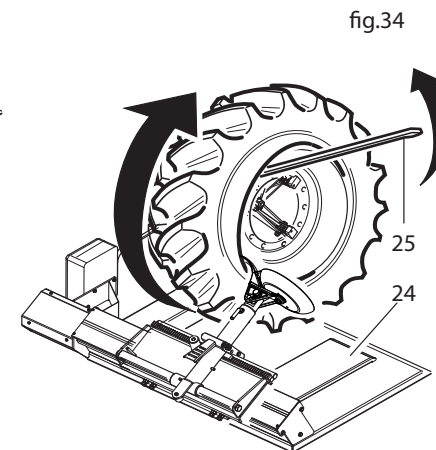

fig.34
- » Ribaltare il braccio portautensile (6) (fig.22) e portarlo sulla parte anteriore del pneumatico premendo il pedale (12) (fig.22). Agendo sulla spina (10) (fig.22) e facendo basculare l'utensile (14) (fig.22) in posizione 2, riagganciare il braccio portautensile al carrello. Con l'apposito manipolatore portare l'utensile (avvicinandolo) contro il pneumatico, fino al completo aggancio del tallone (fig. 34). Effettuata l'operazione, mettere in tensione il pneumatico allontanando il cerchione dall'utensile, facendo in modo che il tallone entri nel canale.
- » Inserire l'apposita leva (25) (fig.34) fra tallone e cerchione sulla destra dell'utensile, in modo che il tallone rimanga sull'utensile. Spostare l'utensile all'esterno con l'apposito riferimento a filo bordo del cerchione; riavvicinare il cerchione (fig.34) fino alla completa fuoriuscita del tallone anteriore. Appoggiare la ruota sull'apposita pedana carrello (24) (fig.34) ottenendo così lo spazio necessario per togliere agevolmente la camera d'aria.
- » Tilt the tool arm (6, fig. 22) and move it to the back of the tyre pressing the pedal (12, fig. 22). Using the lever (10, fig. 22) swing the tool (14, fig. 22) into position 2 then re-attach the tool arm to the trolley. Use the control to move the tool against the tyre with the control until the bead is hooked on (fig. 34). Put the tyre into tension moving the rim away from the tool so that the bead enters the channel.
- » Insert the special lever (25, fig. 34) between the rim and bead to the right of the tool to ensure that the bead remains on the tool. Move the tool towards the outside with reference to the rim edge. Move the rim towards the tool again (fig. 34) until the front bead has completely come out. Rest the wheel on the trolley platform (24, fig. 34) to obtain working space for the easy removal of the inner tube.
- » Culbuter le bras porte-outil (6, Fig. 22) et le porter sur la partie avant du pneu en pressant sur la pédale (12, Fig. 22). En agissant sur la goupille (10, Fig.22) et en faisant basculer l'outil (14, Fig.22) en position 2 raccrocher le bras porte-outil au chariot. Approcher l'outil au pneu moyennant le manipulateur jusqu'au complet accrochage du talon (Fig.34). Après cette opération mettre en tension le pneu en éloignant la jante de l'outil et en faisant rentrer le talon dans le creux.
- » Introduire le levier prévu (25)(Fig.34) entre le talon et la jante à la droite de l'outil de façon à ce que le talon reste sur l'outil. Déplacer l'outil vers l'extérieur par la référence prévue au fil du bord de la jante, rapprocher la jante (Fig.34) jusqu'à la complète sortie du talon avant. Appuyer la roue sur la plate-forme du chariot (24 Fig.34) obtenant ainsi l'espace nécessaire pour ôter facilement la chambre à air.
- » Den Werkzeugträgerarm kippen (6) (Abb. 22) und durch Pedaldruck auf die Vorderseite des Reifens bringen (12) (Abb. 22). Durch Einwirken auf den Zapfen (10) (Abb. 22) und Einstellung des Geräts (14) (Abb. 22) auf Position 2 den Geräteträgerarm wieder am Schlitten festhaken. Mit dem entsprechenden Taster das Gerät dem Reifen nähern, bis der Wulst vollständig angehängt ist (Abb. 34). Nach Beendigung dieses Vorgangs den Reifen durch Entfernen des Felgens vom Gerät anspannen und so den Wulst in den Kanal eintreten lassen.
- » Den entsprechenden Hebel (25) (Abb. 34) auf der rechten Seite des Geräts derart zwischen Wulst und Felgen setzen, daß der Wulst auf dem Gerät bleibt. Das Gerät auf gleicher Höhe des Felgenreif nach außen schieben, den Felgen (Abb. 34) bis zum vollständigen Heraustreten des vorderen Wulstes annähern. Das Rad auf dem Fußbrett des Schlittens aufsetzen (24) (Abb. 34), wodurch der notwendige Spielraum für ein leichtes Entfernen der Luftkammer entsteht.
- » Volcar el brazo portaherramientas (6) (Fig.22) y llevarlo sobre la parte delantera del neumático apretando el pedal (12) (Fig. 22). Actuando sobre la clavija (10) (Fig. 22) y haciendo bascular el utensilio (14) (Fig. 22) en la posición 2, enganchar nuevamente el brazo portaherramientas al carro. Acercar el utensilio al neumático con el manipulador especial hasta que el talón se enganche completamente (Fig.34). Realizada esta operación, tender el neumático apartando la llanta del utensilio de manera que el talón entre en el canal.
- » Introducir la palanca especial (25) (Fig. 34) entre talón y llanta a la derecha del utensilio de modo que el talón permanezca sobre el utensilio mismo. Apartar el utensilio hacia el exterior con el apropiado hilo borde de la llanta: acercar nuevamente la llanta (Fig. 34) hasta la total salida del talón delantero. Apoyar la rueda sobre la especial plataforma con carro (24) (Fig. 34), obteniendo así el espacio útil para quitar fácilmente la cámara de aire.